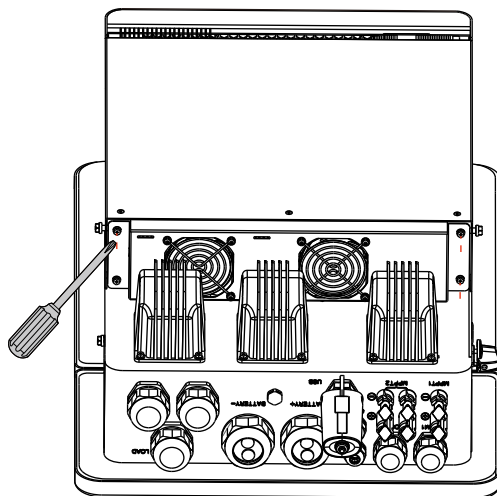

Fig 9.1
- 2> Retire la placa de fijación del ventilador con un destornillador de estrella, como se muestra en la Fig. 9.1: